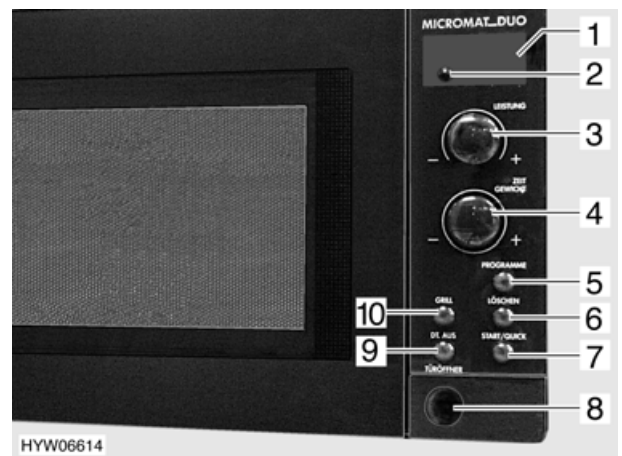

Fig. 77 Elementi di comando del forno a microonde
- Schiacciare il tasto (Fig. 77,8) per aprire lo sportello del forno a microonde.
- Girare il pomello girevole (Fig. 77,3) sulla potenza desiderata.
- Impostare il tempo di cottura o riscaldamento desiderato, servendosi dello pomello girevole (Fig. 77,4).